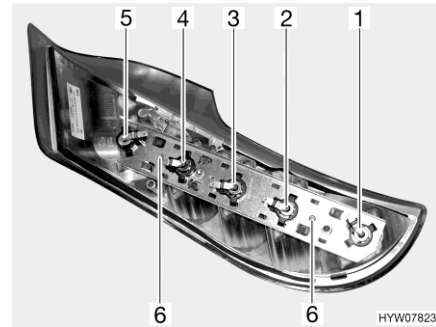

Fig. 199 Luci posteriori (lato posteriore)
- Svitare le due viti Torx (Fig. 199,6) del listello di supporto poste sul lato posteriore dell'involucro.